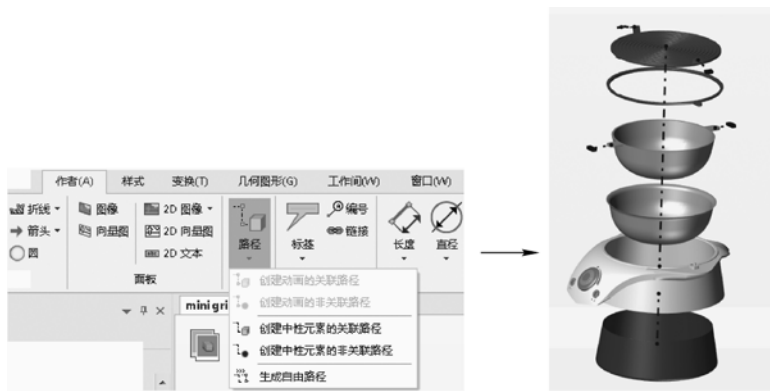
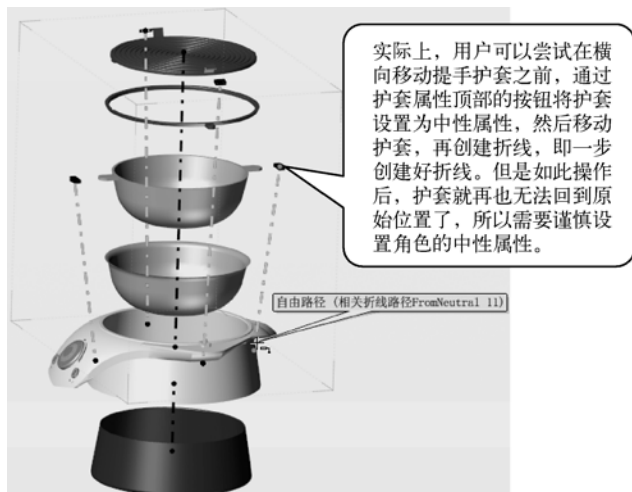
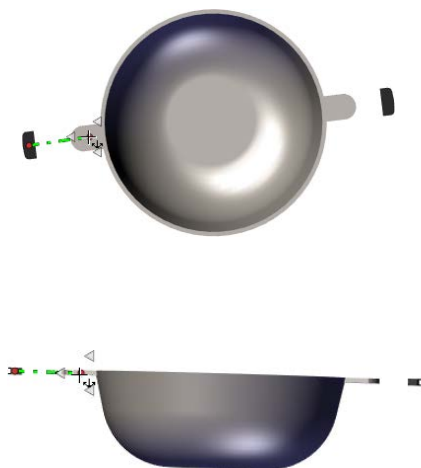

图 8-26 创建爆炸视图路径
图 8-28 将关联路径转换为自由路径
图 8-29 调整路径端点
在 Composer 中可通过“作者”选项卡“路径”栏目“路径”系列下拉按钮，来创建类似 SolidWorks 的爆炸直线草图，如图 8-26 所示。只是在 Composer 中创建爆炸路径的基本操作有所不同（之所以采取此种方式，主要是为了创建动画的方便）。下面介绍一下操作。
STEP 3 选择步骤2创建的4个提手护套的装配路径，然后选择“作者”选项卡“路径”栏目“路径”下拉列表中的“生成自由路径”命令，即可将关联（或非关联）路径转换为自由路径（图8-28）。此时即可通过不同的方位，如图8-29所示，调整路径端点的位置，达到最终创建装配体正确爆炸视图的目的。最终效果如图8-26右图所示。
“作者”选项卡“路径”栏目“路径”下拉列表中，5个创建路径命令的不同作用解释如下（图8-26左图）。